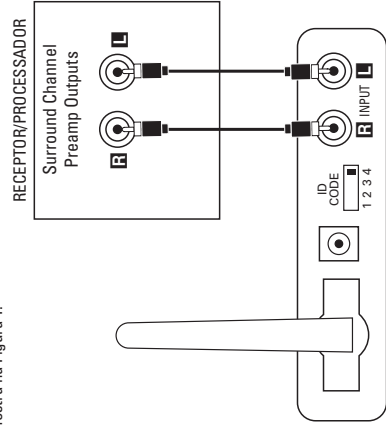

Figura 1.
Ligue o cabo de interligação (incluído) às saídas de pré-amplificação esquerda e direita de som envolvente/posteriores, situadas na retaguarda da fonte, e à entrada no módulo transmissor ④, como se mostra na Figura 1.